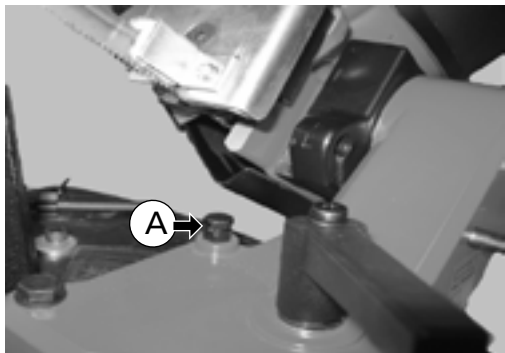
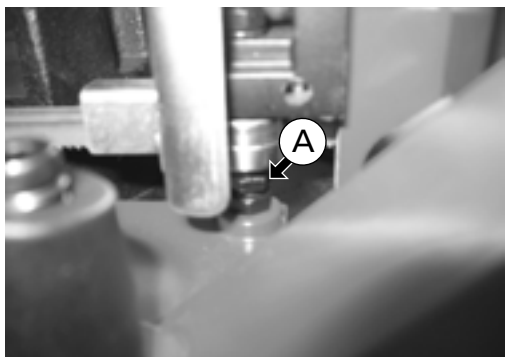

Abb. 21
Abb. 22
Endanschlag (A) (siehe Abb. 21) definiert die Schnitttiefe für die Bandsäge und verhindert, dass das Sägeband Kontakt mit dem Sockel hat (siehe Abb. 22).
Elemente auf Abb. 21 - 22